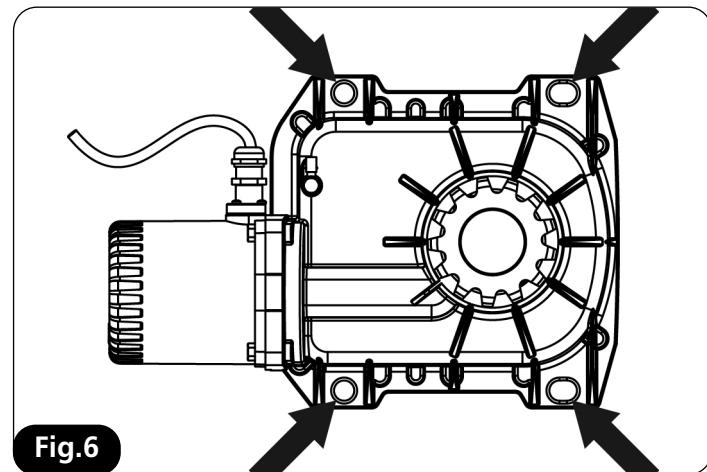

Fig.6
1. Ensanchar los 4 agujeros para conectar el motor hasta un máximo de 14 mm de diámetro (Fig.6)